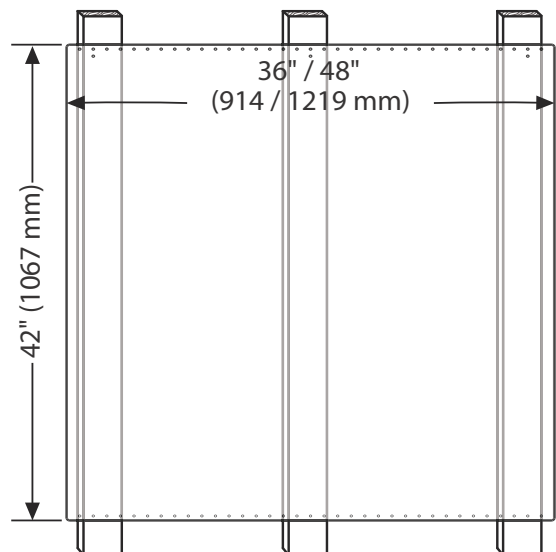

Figure 15 : Installation du dossieret de protection
- Utilisez deux vis fournies pour fixer le haut et le bas du dossieret de protection dans chaque montant de cloison (voir *Figure 15*).